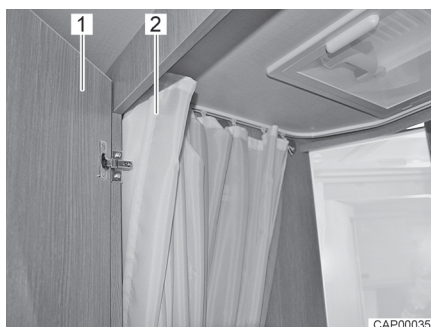

Bild 81 Toilettenraum mit Dusche
- Zum Duschen die Tür (Bild 81,1) schließen und den Duschvorhang (Bild 81,2) komplett zuziehen, so dass alle Wände geschützt sind.